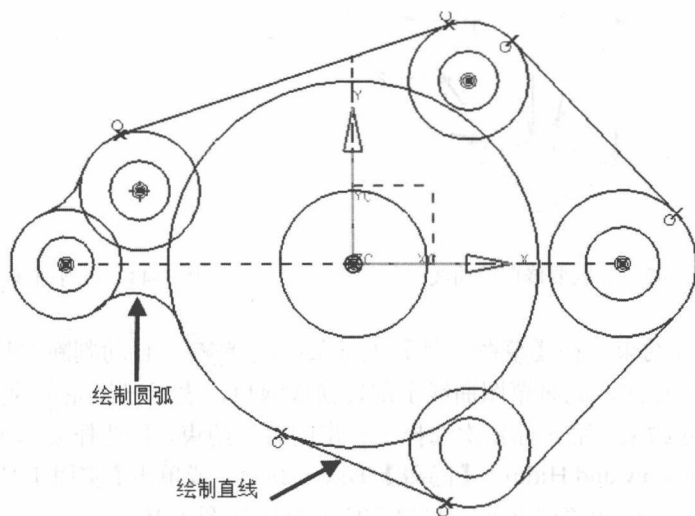

图 1-40 绘制直线和圆弧
(13) 在【草图工具】工具条中选择  (直线) 按钮,在捕捉点工具条中选择  (点在曲线上) 按钮,然后选择两段圆弧,绘制一条公切线;然后在【草图工具】工具条中选择  (圆弧) 按钮,在【圆弧】浮动工具条中选择  (三点定圆弧) 按钮绘制一条与两圆均相切的圆弧,结果如图 1-40 所示。